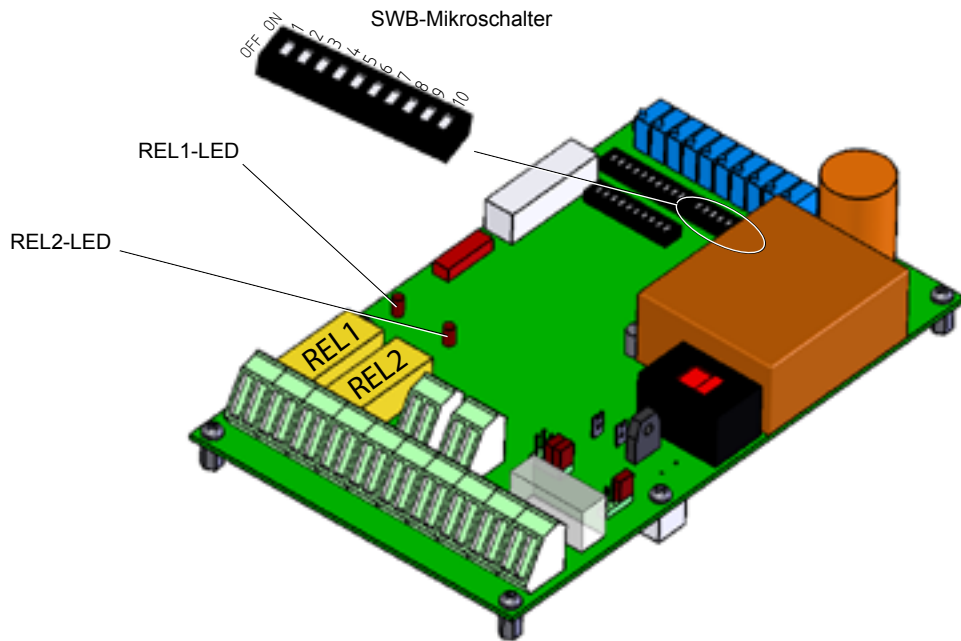

Bild 3–3 Position der Dioden der Relais REL1 und REL2
2. Das Potentiometer P9 so einstellen, dass das Digital-Millivoltmeter $U_{O/Plevel2}$ mit einer Genauigkeit von ± 20 mV anzeigt. Bild 3–1 zeigt, wo sich die Potentiometer P1 bis P10 auf der gedruckten Schaltung des Lastmessverstärkers befinden.